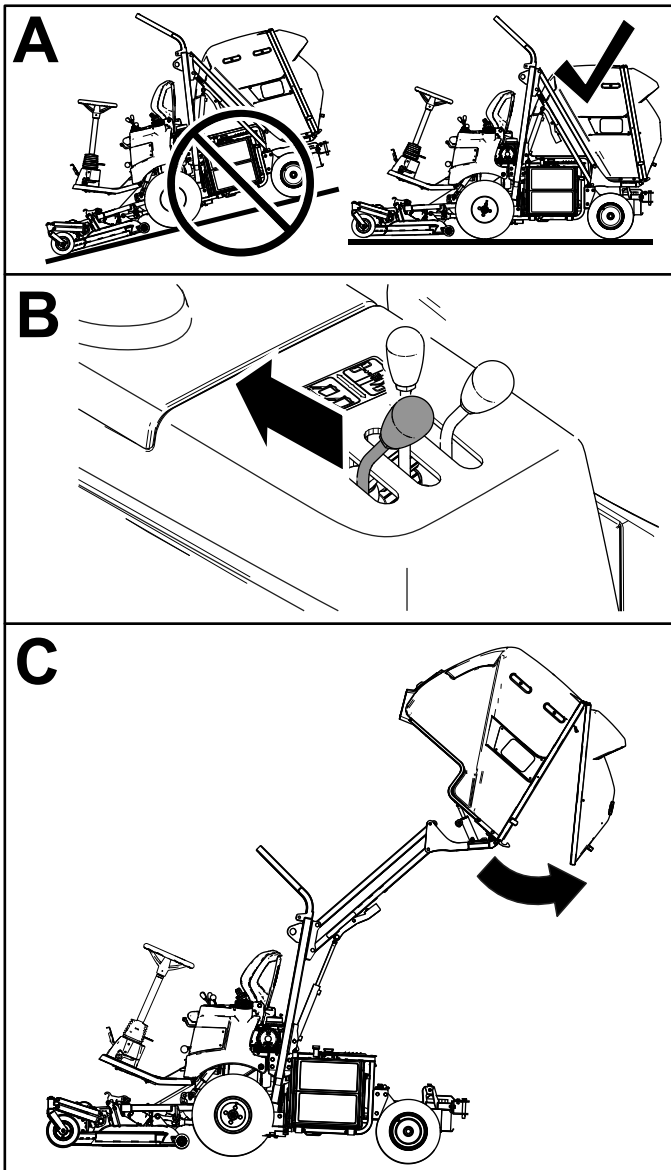

Figure 25
2. Tirez le levier de décharge de la trémie en arrière pour la vider (Figure 25).